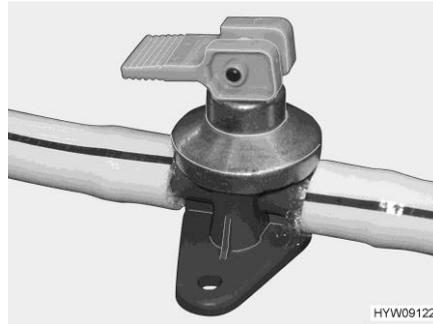
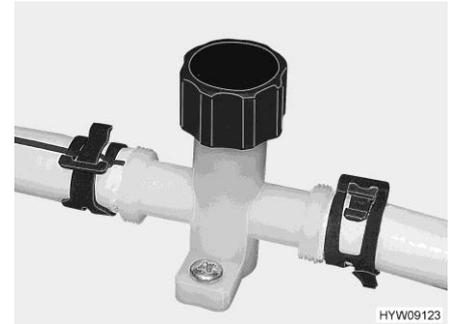

Fig. 146 Llave de desagüe con balancín
Fig. 147 Llave de desagüe con botón giratorio
- Abrir todas las llaves de desagüe (Fig. 146 ó bien Fig. 147).